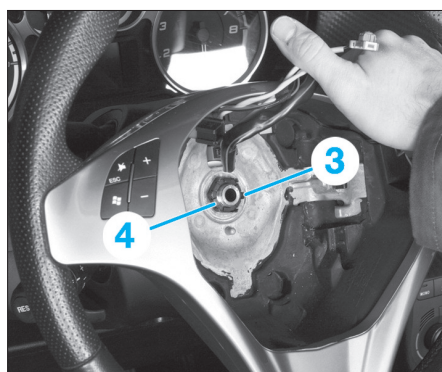

Fig. 2
- Ouvrir les pattes de fixation (3) (Fig.2).
- l'écrou de fixation du volant (4),